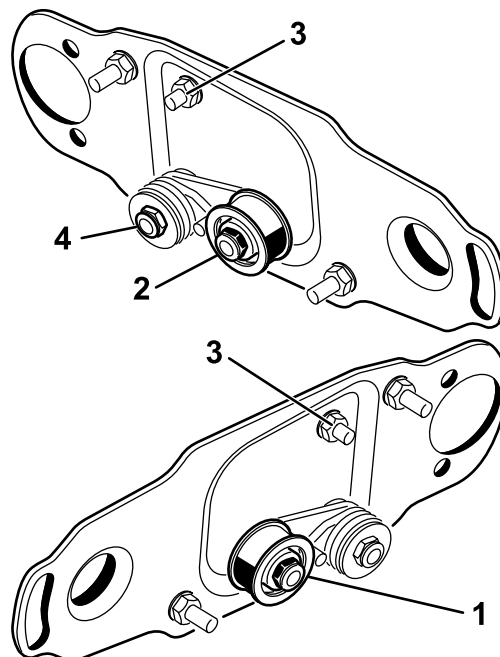

Figura 2
Sugli elementi di taglio anteriori e posteriori a sinistra capovolgere il gruppo puleggia tendicinghia per montarlo sull'**estremità destra** dell'apparato di taglio (Figura 2), vedere le istruzioni seguenti:
1. rimuovete il gruppo puleggia tendicinghia dall'estremità sinistra dell'apparato di taglio e montatelo sul foro inferiore nella piastra della spazzola all'estremità destra dell'apparato di taglio (Figura 2).
2. Rimuovete il bullone a testa tonda e il dado e riposizionateli sul foro superiore precedentemente occupato dal gruppo puleggia tendicinghia (Figura 2).